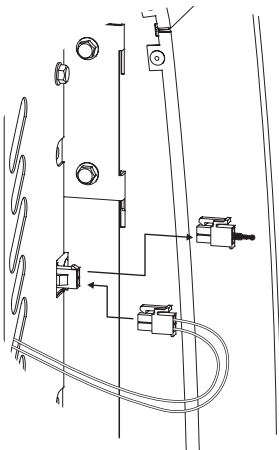

Figure 4
8. Enlever la sonde de température de l'appareil de chauffage et insérer le connecteur du faisceau de fils. **Voir Figure 4.** Conserver la sonde de température.